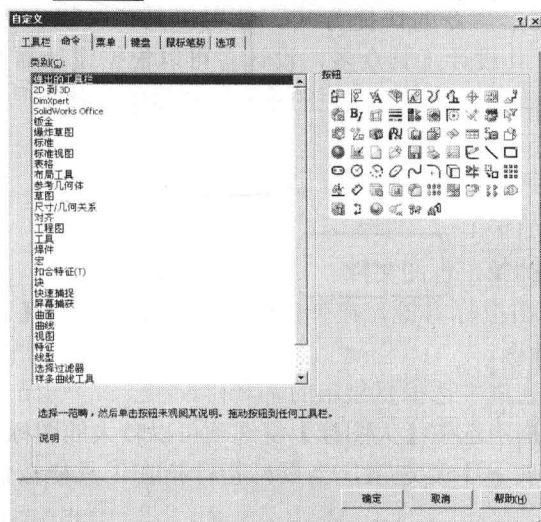

图1-5
- (1) 在【自定义】对话框选择【命令】选项卡。
(2) 在【类别】列表框内选择相应的工具栏,此时在对话框右边的【按钮】分组框内将出现所有与所选工具栏命令有关的按钮,如图1-5所示。
(3) 将鼠标指针移至所需按钮上时,可看见系统给出的该按钮功能提示,按下鼠标左键拖动按钮至相应工具栏内,松开鼠标左键即完成了快捷按钮的调出。
(4) 若要删除按钮,只需将按钮从工具栏拖回按钮区域中即可。
(5) 完成设置后,单击 **确定** 按钮退出【自定义】对话框。